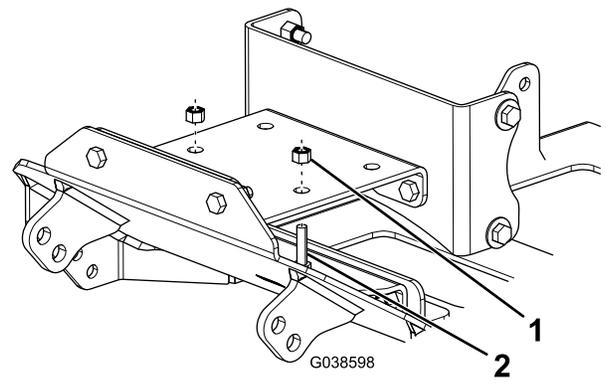

**Bild 4**
6. Befestigen Sie die vordere Windenhalterung lose mit vier Schrauben (3/8" x 1 1/4") und vier Sicherungsmuttern (3/8") am Pflugunterfahrerschutz und an der hinteren Windenhalterung, wie in Bild 4 abgebildet.